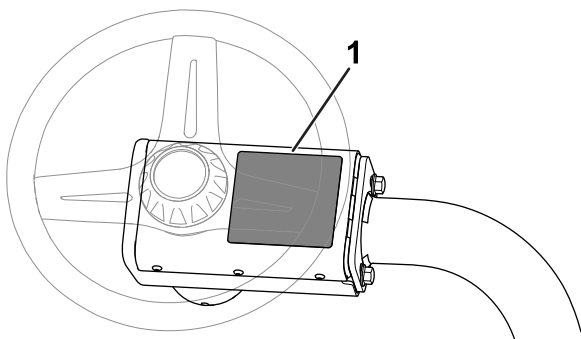

図 6
- **CE 警告デカル** CE 警告デカル P/N 139-8321 を、既存の警告デカル P/N 139-8320 の上から貼り付ける 図 6 を参照。